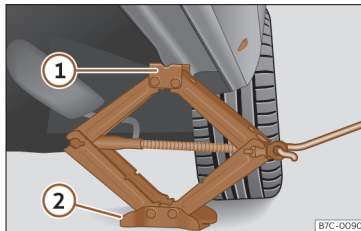

Abb. 169 Längsholm: Wagenheber ansetzen.
• Drehen Sie die Kurbel des unter dem Aufnahmepunkt des Längsträgers befindlichen Wagenhebers, bis sich die Nase ① >>> **Abb. 169** unter der vorgesehenen Einführöffnung befindet.
• Richten Sie den Wagenheber so aus, dass sein Aufnahmehorn ① in die dafür vorgesehene Aufnahme am Längsträger „greift“ und die bewegliche Grundplatte ② plan auf dem Boden aufliegt. Die Bodenplatte ② muss sich dabei senkrecht unter dem Aufnahmepunkt ① befinden.